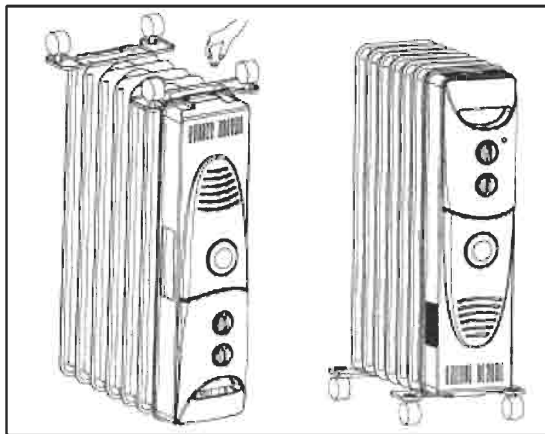

Fig. 3
- Se va înșuruba bine piulița fluture și se va întoarce atent aparatul pe roți (fig.3).